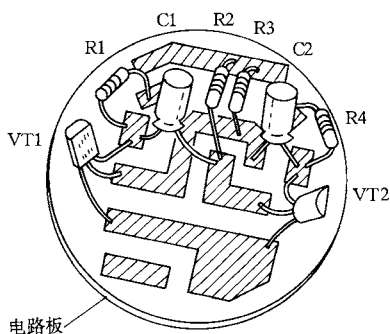

图 2-11
(11) 各元器件在电路板上的位置如图 2-11 所示。将晶体管 VT1、VT2，电阻 R1~R4，电容 C1、C2，直接焊接在电路板铜箔面的相应位置。